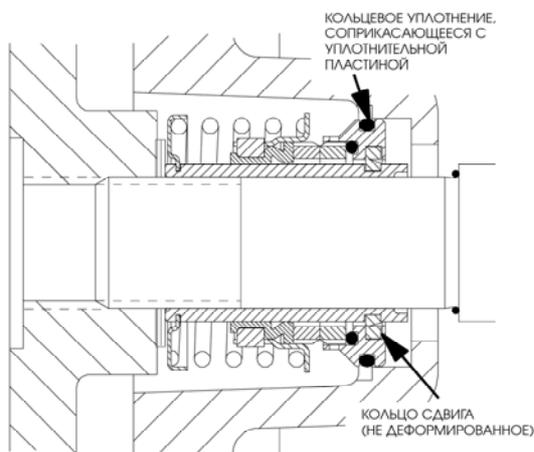

Рис. 7. Частично установленное уплотнение
Очистите и осмотрите рабочее колесо, как описано в разделе «Установка и настройка рабочего колеса». Установите все дистанционные шайбы (30) рабочего колеса, поставляемые в комплекте с уплотнением. Наверните рабочее колесо на вал до упора (см. рис. 7).